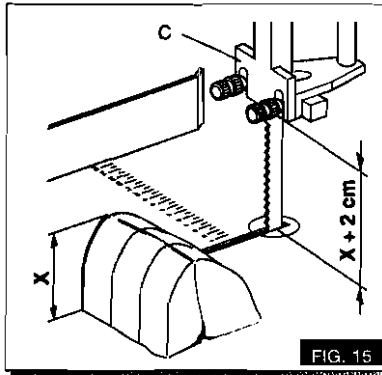

FIG. 15
- Régler le guide-lame C en le plaçant à une distance du plan égale à la hauteur de la pièce à couper plus deux centimètres (voir figure 15) en suivant les instructions de la page 12, "RÉGLAGE DU GUIDE-LAME".